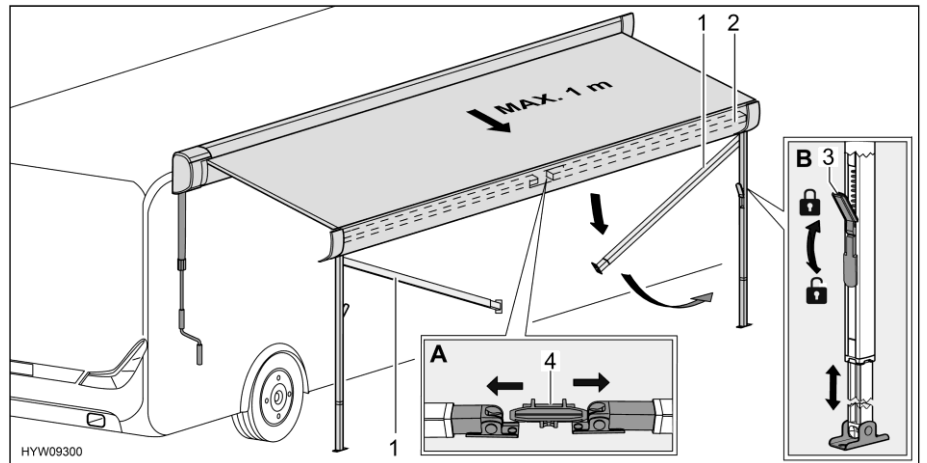

Bild 30 Stützfüße vorbereiten
- Stützfüße (Bild 30,1) aus Halterung (Bild 30,4) in der Frontleiste (Bild 30,2) lösen. Dazu Stützfüße leicht nach außen drücken (Bild 30,A).
- Verriegelungen (Bild 30,3) der Stützfüße lösen. Dazu den Verriegelungshebel nach unten klappen.
- Unteren Teil der Stützfüße bis zur gewünschten Länge herausziehen (Bild 30,B).
- Verriegelungen (Bild 30,3) der Stützfüße schließen. Dazu den Verriegelungshebel nach oben klappen.